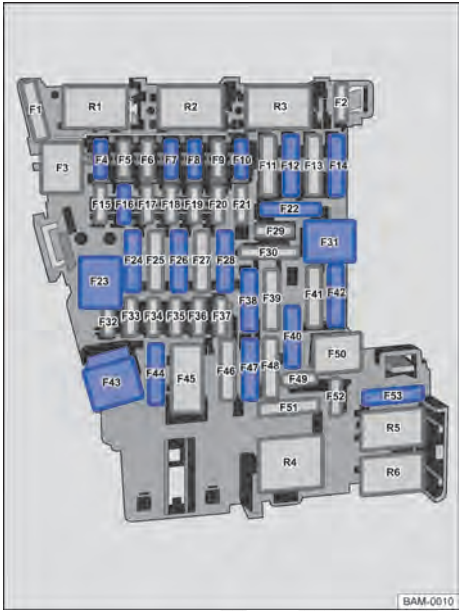

Fig. 303 No painel de instrumentos: disposição dos fusíveis.
a) Observar o local de instalação. Local do fusível montado de fábrica conforme representa a figura → Fig. 303.